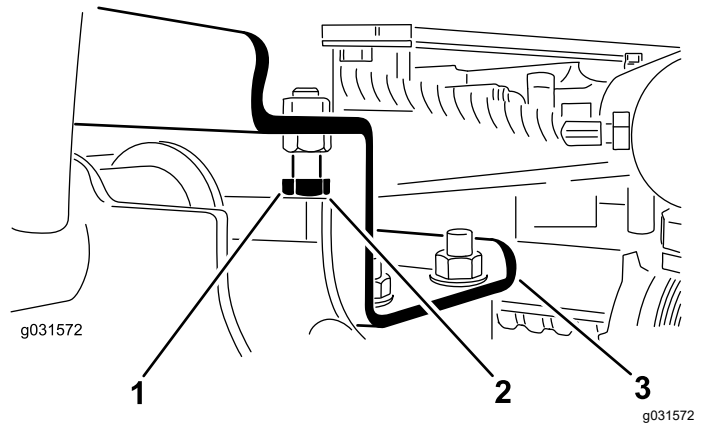

Figura 14
- A. Allentate i bulloni di arresto (Figura 14).
2. Assicuratevi che la distanza tra ciascun braccio di sollevamento e il bullone di arresto sia pari a 0,13–1,02 mm, come illustrato nella Figura 14.